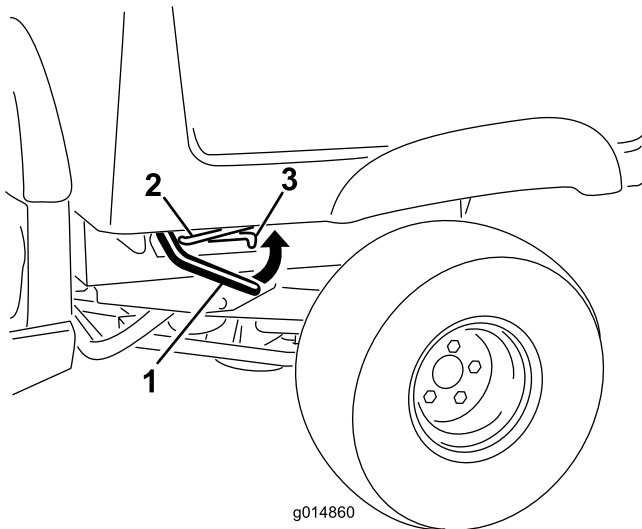

Figure 18
1. Tirez sur le levier de chaque côté du plateau et levez le plateau (Figure 18).
1. Levez légèrement le plateau en tirant sur le levier de verrouillage (Figure 18).